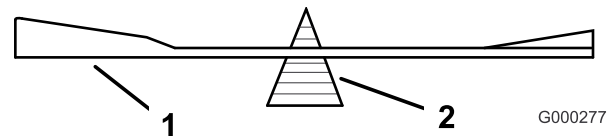
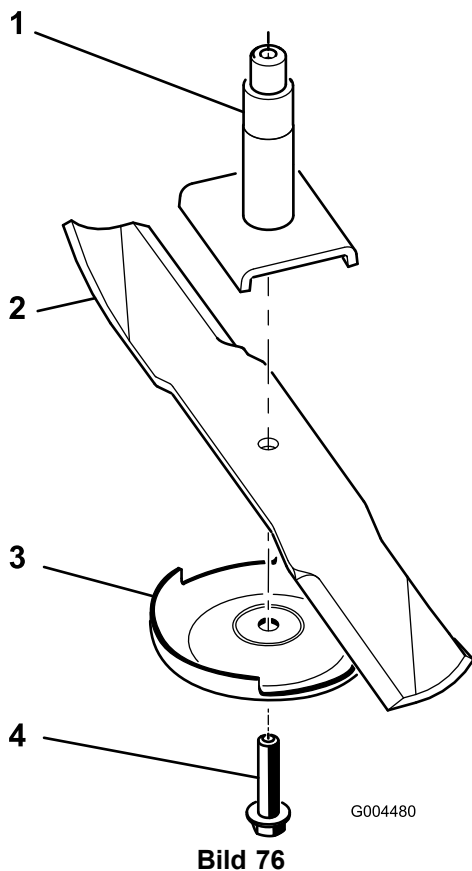

Bild 75
Bild 76
2. Überprüfen Sie die Auswuchtung des Schnittmessers auf einer Ausgleichsmaschine (Bild 75). Wenn das Schnittmesser in seiner horizontalen Position bleibt, ist es ausgewuchtet und kann wiederverwendet werden. Feilen Sie, wenn das Schnittmesser nicht ausgewuchtet ist, vom Flügelbereich des Messers etwas Metall ab (Bild 76). Wiederholen Sie diesen Vorgang, bis das Messer ausgewuchtet ist.
2. Entfernen Sie die Messerschraube, die Antiskalpierplatte und das Messer von der Spindelwelle (Bild 76).
1. Setzen Sie das Messer auf die Spindelwelle (Bild 76).
2. Montieren Sie die Antiskalpierplatte und die Messerschraube (Bild 76).